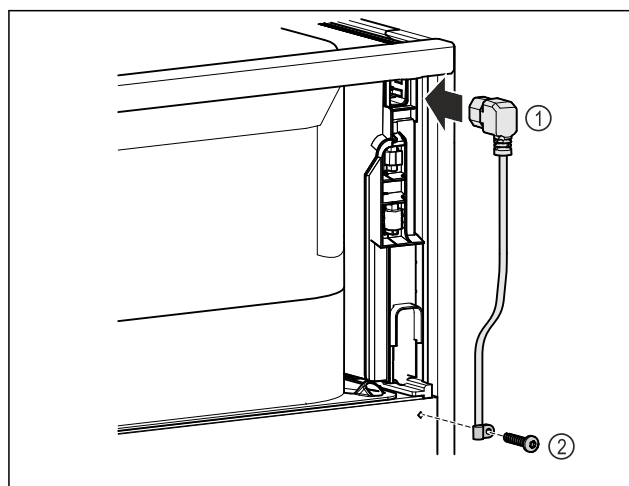

Fig. 13
- Kaltgerätebuchse der Netzanschlussleitung Fig. 13 (1) auf der Rückseite des Gerätes einstecken.
- Zugentlastung montieren. Fig. 13 (2)